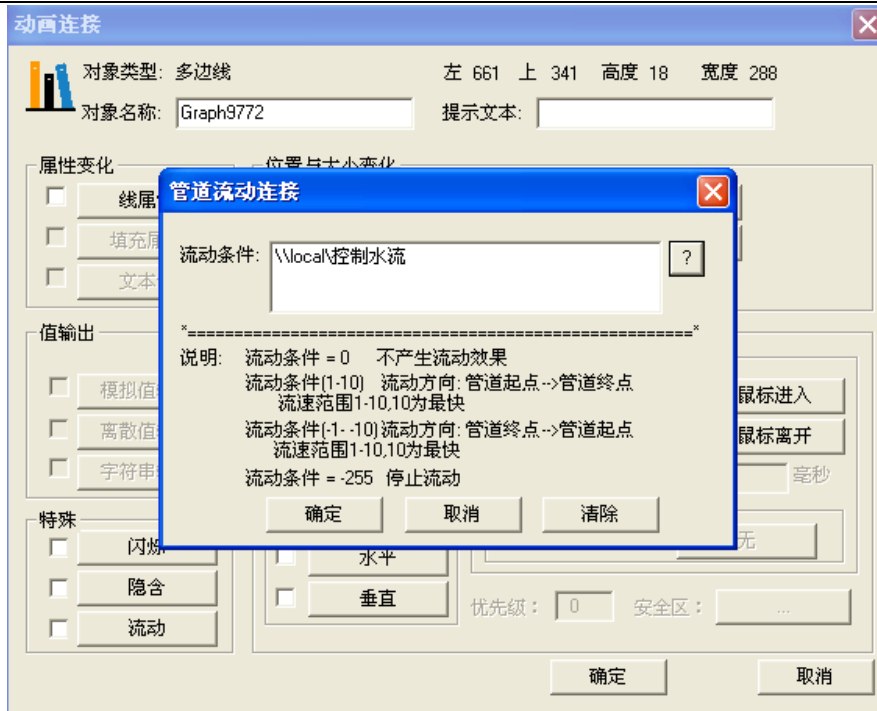

图 3-10
3、在画面上双击管道弹出动画连接对话框，在对话框中单击“流动”选项，弹出管道流动连接设置对话框，如图 3-10 所示。